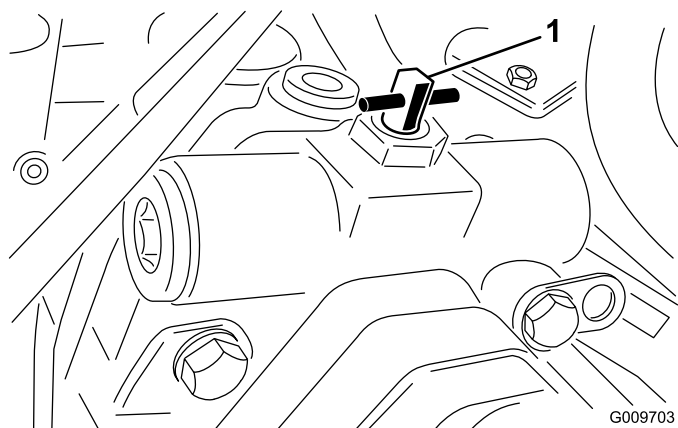

Figure 41
2. Tournez la vanne de dérivation à 90° (1/4 de tour) dans un sens ou dans l'autre pour l'ouvrir et dériver l'huile à l'intérieur de la transmission (Figure 41). Il sera alors possible de déplacer la machine lentement sans endommager la transmission. Notez la position de la vanne quand vous l'ouvrez ou la fermez.